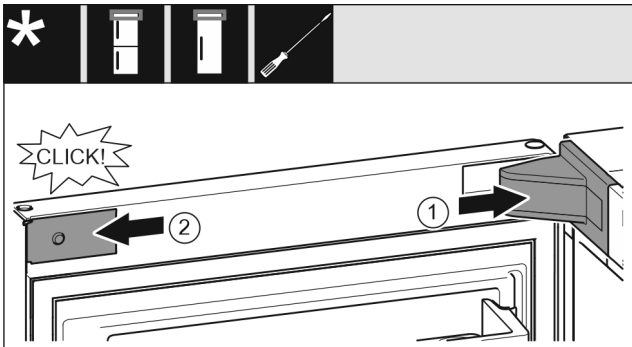

Fig. 20
- Nasad'te kryt ložiskovej konzoly a zaistite, príp. opatrne roztlačte. Fig. 20 (1)
- Zboku nasad'te a zaistite kryt. Fig. 20 (2)